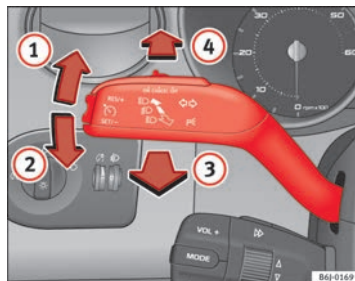

Abb. 60 Blinker- und Fernlichthebel
- Drücken Sie den Hebel bis zum Anschlag nach oben → Abb. 60 ①, um **rechts** zu blinken bzw. nach unten ②, um **links** zu blinken.
- Drücken Sie den Hebel nach vorne $\Rightarrow$ Abb. 60 , um das Fernlicht einzuschalten.